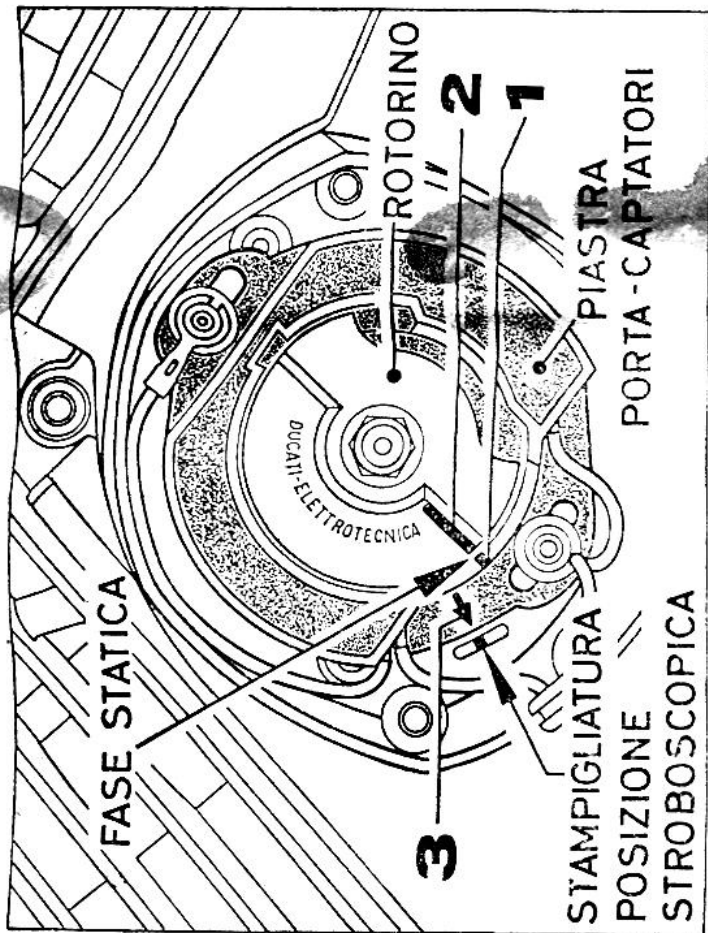
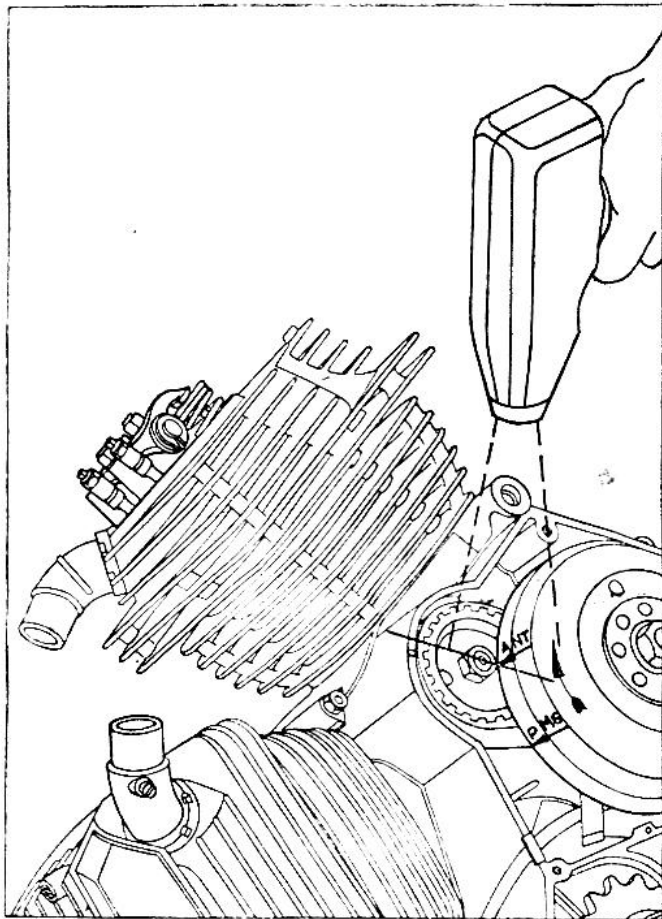

Fig. 14
Fig. 15
- 1 - Ruotare l'albero motore fino che la tacca sul volano indicata con ANT. 1 sia in corrispondenza con il punto segnato sul semicaratter (fig. 15).
- 2 - Agire sulla piastra porta captatori ruotandola fino a porre la tacca sulla piastra (punto 1) in corrispondenza di quella sul rotorino (punto 2) (fig. 14) poi fissare la piastra.
- 3 - Controllare con la luce della pistola stroboscopica la fase dei riferimenti sul volano (fig. 15). Qualora la freccia sul volano non corrisponda alla tacca sul carter agire sulla piastrina porta captatori con piccoli spostamenti (fig. 14).
- 4 - Ad azzeramento avvenuto, stampigliare sulla tacca del coperchio in direzione della freccia (punto 3) posta sulla piastrina captatori, il nuovo riferimento (fig. 14).